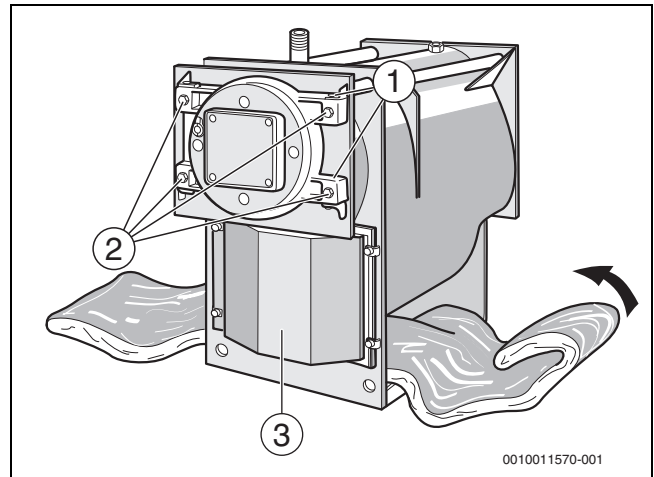

Рис. 9 Протягивание теплоизоляционного мата под котлом
- ▶ Проследить за тем, чтобы обе шарнирные оси были вставлены (→ рис. 9, [1], стр. 18).
- ▶ Отпустить винты двери [2] и отвести дверь топочной камеры (→ рис. 9, стр. 18).
- ▶ Закрыть дверь топочной камеры и закрепить винтами [2] (→ рис. 9, стр. 18).